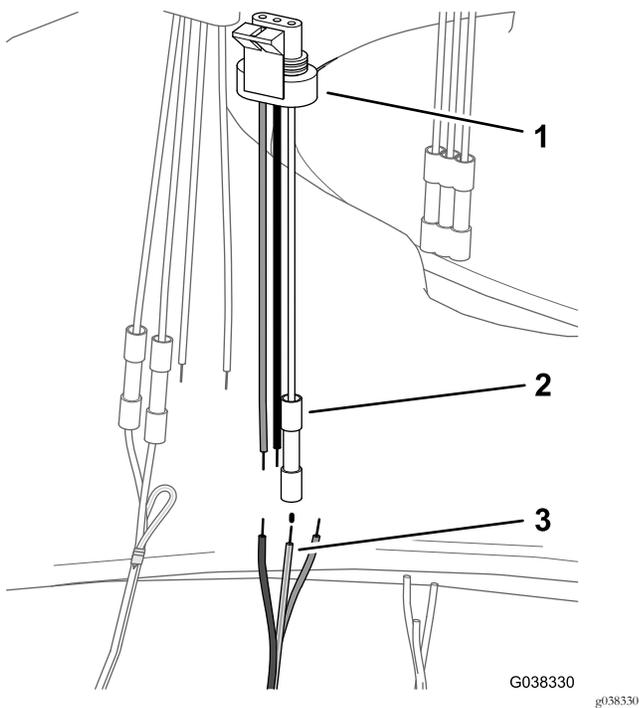

Figure 43
3. Alignez le fil jaune et vert du faisceau DIN et le fil blanc de l'adaptateur à 3 broches de la vanne d'agitation (Figure 43) ; reportez-vous au tableau de câblage de la vanne d'agitation.